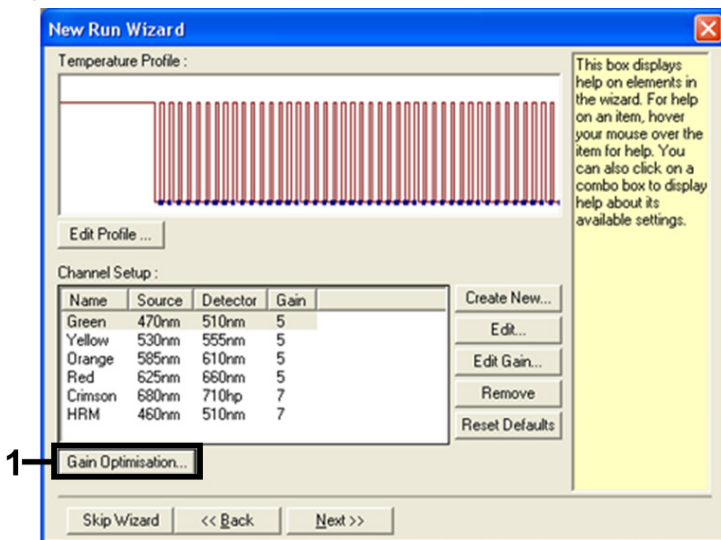

Figura 10. Optimización de la ganancia.
12. En el cuadro de diálogo siguiente, haga clic en Gain Optimisation (Optimización de ganancia) (Figura 10).